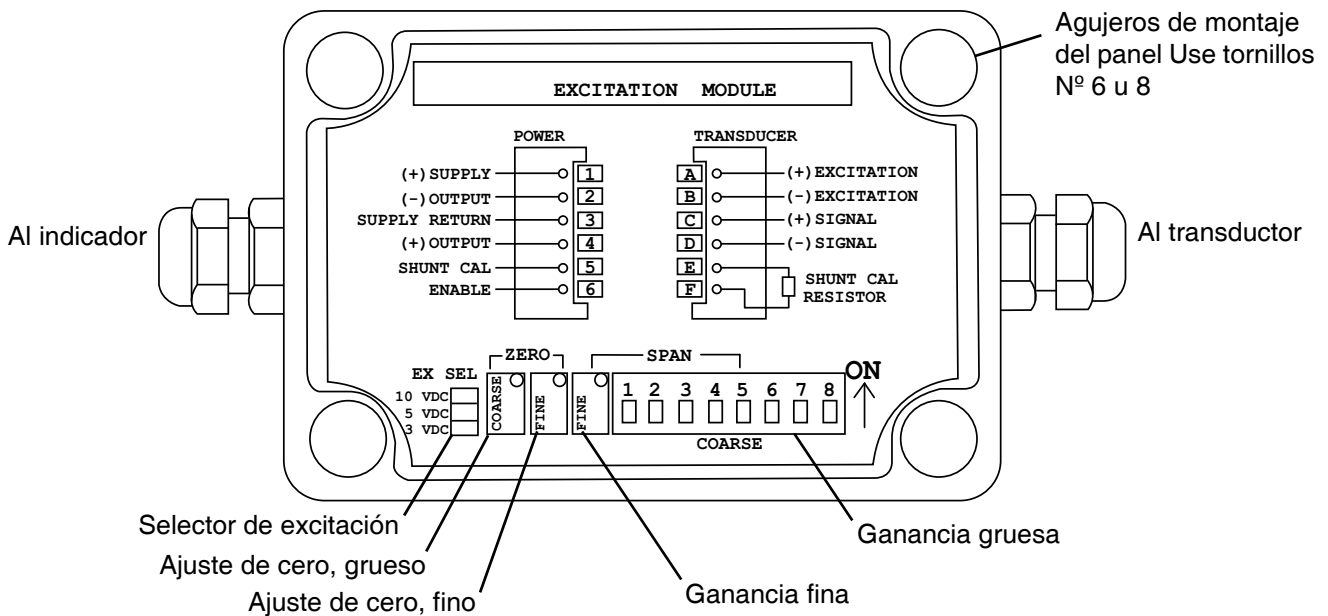

Fig. 62: Ajustes del Amplificador
12. Retire la tapa del amplificador (116). Vea **Cambio del amplificador**, página 89.
13. Asegúrese de que el puente EXCITATION SELECTOR están en la posición media (5 VCC). Consulte la FIG. 62 en la página 90.